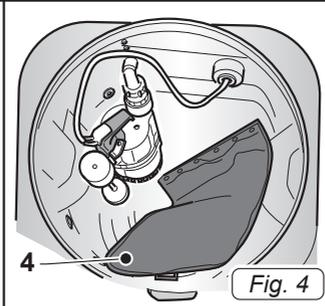

Fig. 4
- Verificare che sia presente il filtro in rete (4 Fig. 4) all'interno del serbatoio.
- Se il filtro in rete (4 Fig. 4) non è presente, montarlo agendo come segue:
- Rimuovere il filtro in rete (4 Fig. 4).